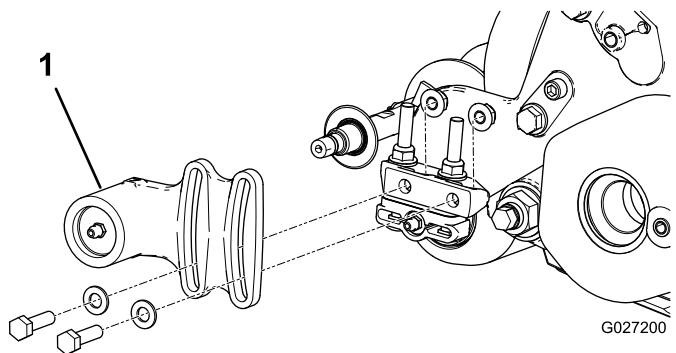
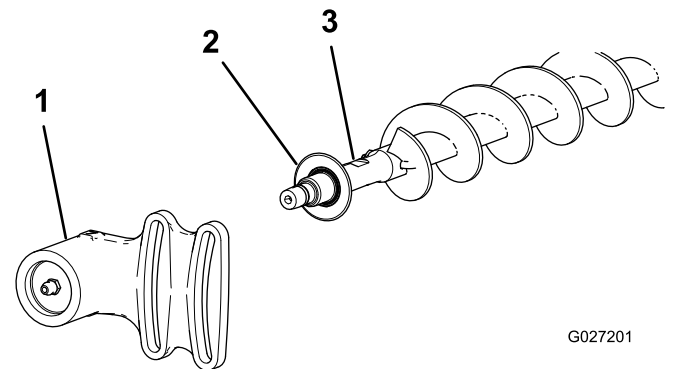

図 18
図 19
1. すでにローラブラシが取り付けられている場合は、駆動側でない方のベアリングハウジングをベアリングハウジング取り付けブラケットに固定しているボルト2本、ワッシャ、ナットを取り外す **図 18** と **図 19**。
2. ブラシのシャフトから、非駆動側ベアリングハウジングとエクスクルーダシールを外す **図 19**。
9. 非駆動側ベアリングハウジングとエクスクルーダシールをブラシシャフトに取り付ける 図 19。